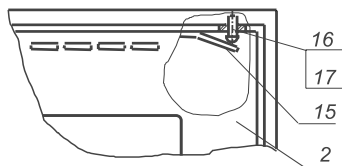
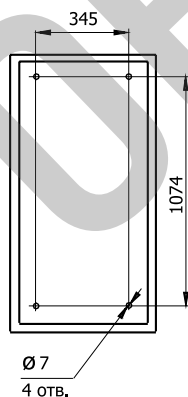

Рисунок 4
Рисунок 5
5.1 Монтаж навесных шкафов осуществляется через отверстия в задней стенке корпуса (см. рисунок 5)
Для монтажа встроенного шкафа необходимо открыть дверь (двери) 2, отогнуть планку 15 (рисунок 4) и вытащить наклейку 16 с шайбой 17, после чего демонтировать дверь. Корпус вставить в строительную нишу и закрепить его в нише. Зазоры между корпусом и стенками ниши заполнить строительным раствором. Затем произвести монтаж пожарного крана. Затем необходимо вставить раму в корпус 1 (см. рис. 5) и закрепить ее с помощью болтов и гаек М6 из комплекта поставки рамы через отверстия Ø7. Затем необходимо вставить дверь 2 в раму при помощи заклепки 16, шайбы 17 и подогнуть планки 15, а затем разместить в корпусе оборудование пожарного крана. Дверь закрыть на замок 6. Монтаж углового пожарного крана с условным проходом DN 65 мм вести с применением муфты по ГОСТ 8954, сгона по ГОСТ 8969 и контргайки по ГОСТ 8968.